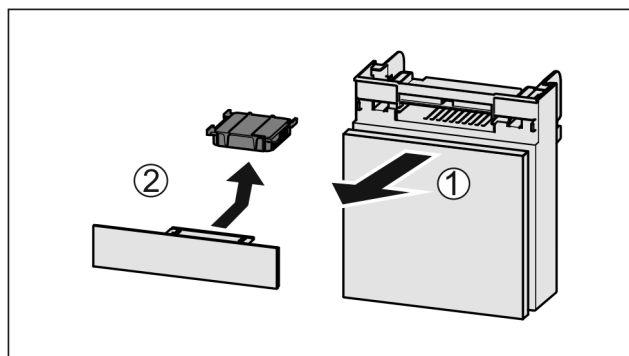

Fig. 48
- ▶ Træk rummet fremad Fig. 48 (1).
- ▶ Tag aktivkulfilteret Fig. 48 (2) ud.